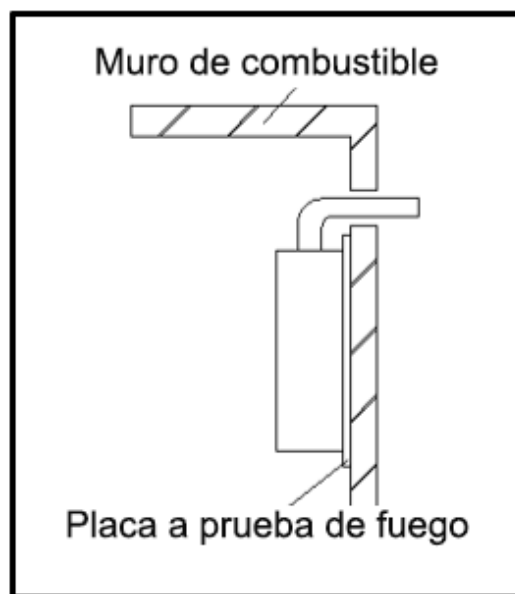

Fig. 8
- Cuando los materiales de las piezas de instalación son combustibles o inflamables, estas deberán incorporar un recubrimiento aislante, una placa resistente al calor y deberá mantenerse una distancia mínima con la pared de 10mm. Además, el tamaño de la placa calefactora deberá ser superior al revestimiento de 10 mm del calentador de agua (Fig. 8).
4. La distancia entre el conducto de humos y los materiales combustibles deberá ser inferior a 150mm. Si el conducto de combustión necesita atravesar materiales combustibles o la pared, deberá utilizarse material de protección térmica para empacar el conducto de humos con un grosor de mayor de 20mm. (consultar Fig.8)